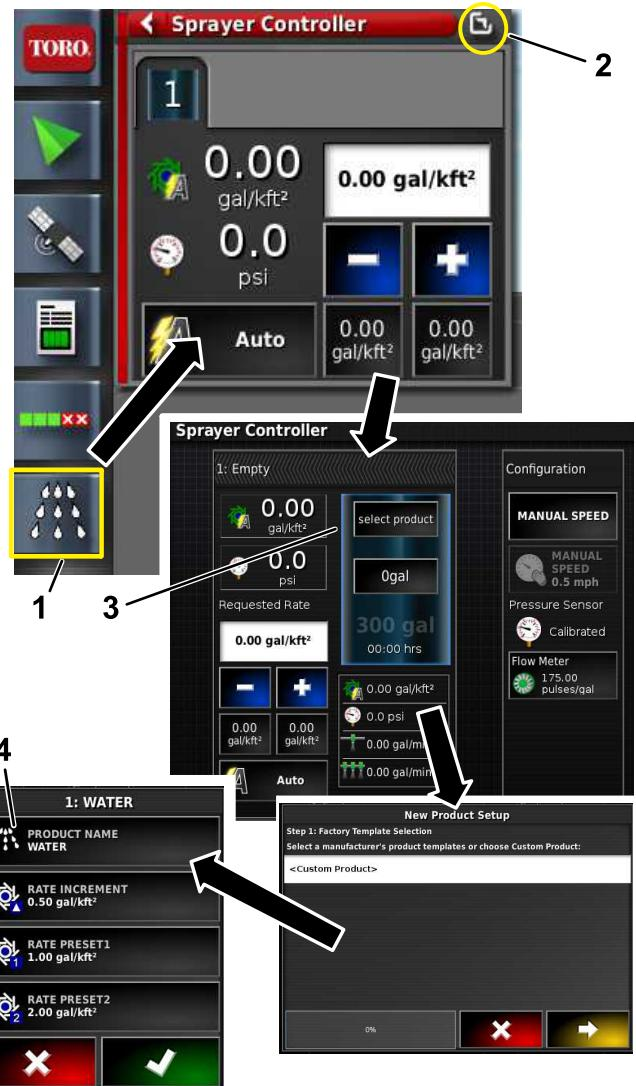

Figura 7
5. Nominate il prodotto, selezionate i volumi e l'incremento di volume (Figura 7).